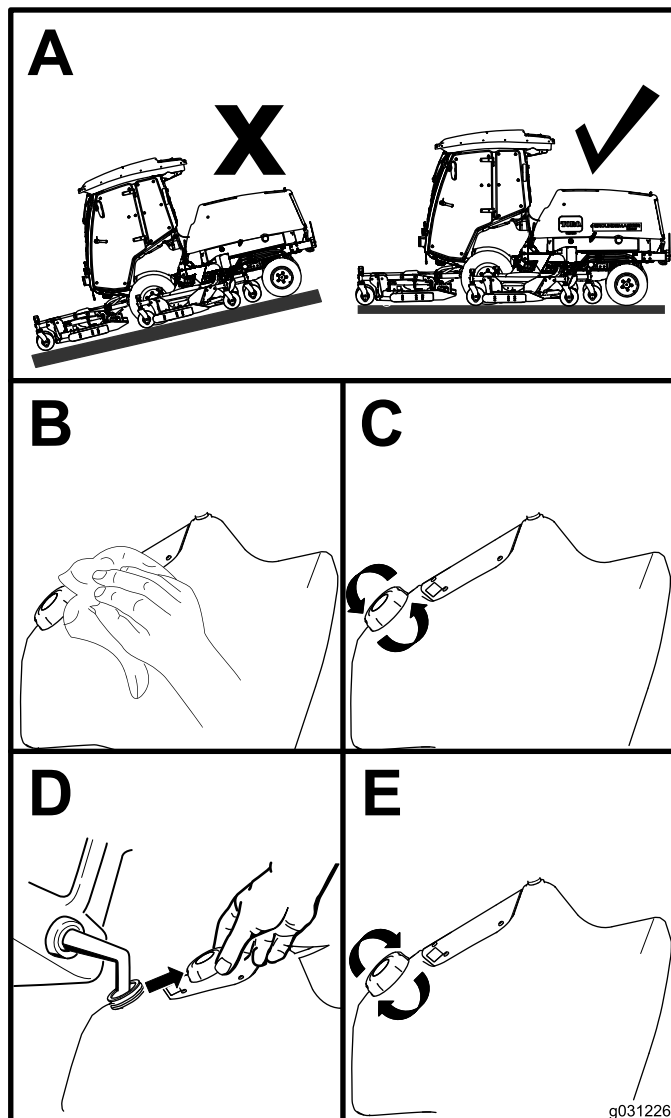

Figura 31
1. Parcheggiate la macchina su terreno pianeggiante (Figura 31).